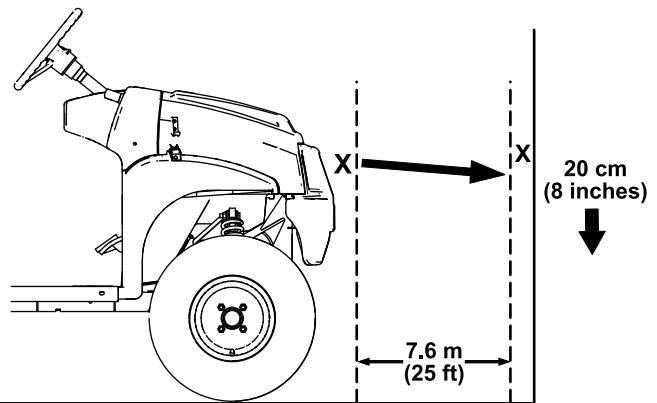

Bild 50
1. Stellen Sie die Maschine auf einer ebenen Fläche ab, dabei sollte der Abstand der Scheinwerfern ca. 7,6 m von einer Wand entfernt sein (Bild 50).
Der hellste Teil des Scheinwerfers sollte 20 cm unter der Markierung an der Wand liegen (Bild 50).